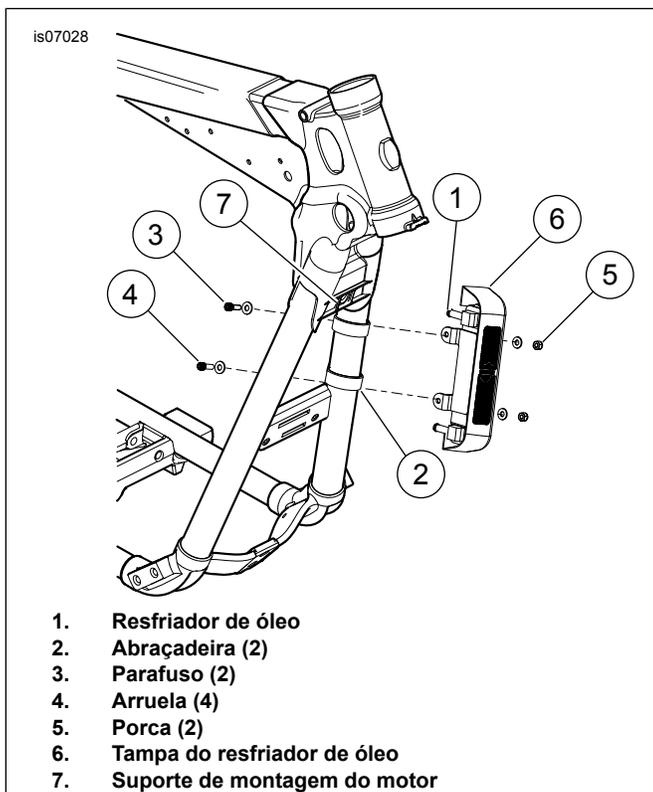

Figura 2. Montagem do conjunto do resfriador de óleo
1. Veja Figura 2. Instale o resfriador de óleo (1) no tubo inferior do lado esquerdo com dois prendedores (2), dois parafusos Allen (3), quatro arruelas (4) e duas porcas (5). Alinhe o lado plano dos prendedores para fora e posicione o suporte superior a não mais do que 31,8 mm (1½ in) de distância da parte inferior do suporte de montagem do motor (7). Aperte os parafusos com torque de 10,2–13,5 N·m (90–119 in-lbs).